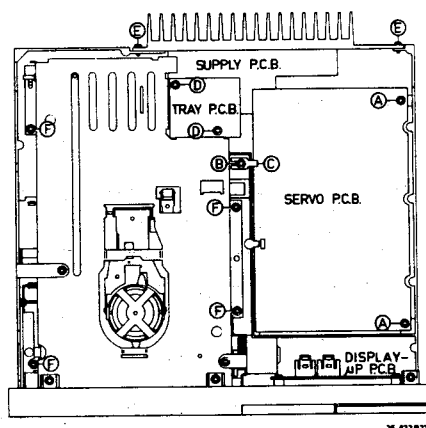

Fig. 3
- Die 2 Schrauben E (siehe Bild 3) lösen.
SERVICELEISTUNGEN AM SERVOPRINT UND AM DE- CODIERPRINT (Siehe Bild 3)
- Die 4 Schrauben F (siehe Bild 3) lösen.